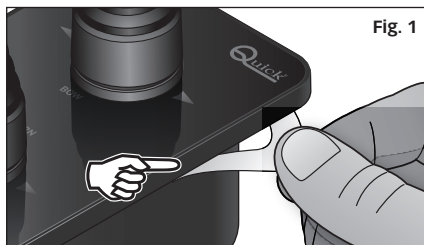

Fig. 1
- (Fig. 1) Despegar el papel de protección de la guarnición adhesiva evitando tocar la parte adhesiva con los dedos.